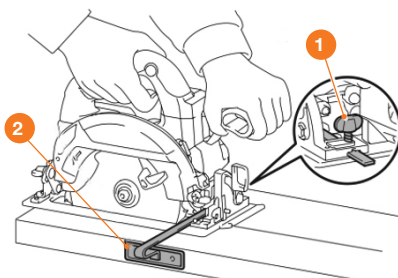

Рис. 3
- Ослабьте зажимной винт **1**. Вставьте параллельную направляющую **2** в основание опорной плиты (Рис. 3).